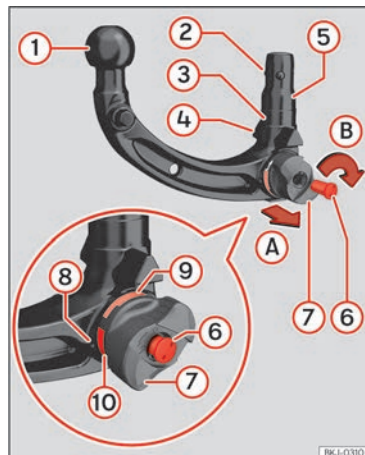

Abb. 152 Übersicht: Abnehmbare Anhängevorrichtung.
1. Vor der ersten Benutzung der abnehmbaren Anhängervorrichtung ist die Nummer zu vermerken, die auf dem Schlüssel »» (Abb. 152) ⑥ eingraviert ist, für den Fall, dass die Anfertigung eines Duplikats erforderlich sein sollte.
4. Sicherstellen, dass die Aufnahme, das Handrad »» (Abb. 152) ⑧, der Schaft ⑤ und die Verriegelungskugeln ② der Anhängervorrichtung sauber und in einem einwandfreien Zustand sind. Erforderlichenfalls reinigen.
- Die rote Markierung »» (Abb. 152) ⑩ des Handrads zeigt auf die grüne Markierung ⑨ der Anhängervorrichtung.
- Das Handrad ⑧ ist deutlich von der Anhängervorrichtung getrennt, mindestens 4 mm (0,2 Zoll).
- Alle Verriegelungskugeln ② können vollständig in den Schaft ⑤ eingerastet werden.
- Der Schlüssel ⑥ befindet sich im Schloss, der Pfeil auf dem Schlüssel zeigt auf das Symbol *Schloss geöffnet* am Handrad ⑧ und der Schlüssel kann nicht herausgezogen werden.
1. Die Schlossabdeckung »» (Abb. 152) ⑦ öffnen und den Schlüssel in das Schloss stecken.
2. Den Schlüssel ⑥ entgegen dem Uhrzeigersinn drehen, bis der Pfeil auf dem Schlüssel auf das Symbol *Schloss geöffnet* am Handrad ⑧ zeigt.
3. Die Anhängervorrichtung mit einer Hand festhalten. Mit der anderen Hand das Handrad ⑧ in Pfeilrichtung ④ abziehen.
4. Das abgezogene Handrad ⑧ bis zum Anschlag in Pfeilrichtung ④ drehen.
Nach dem Vorspannen der Anhängervorrichtung darf das Handrad »» (Abb. 152) ⑧ nicht wieder betätigt werden. Beim Verriegeln der Anhängervorrichtung dreht sich das Handrad in seine Ausgangsposition und kann Verletzungen verursachen »» ⚠.
- Die grüne Markierung am Handrad ⑨ nach oben zeigt.
- Die Anhängervorrichtung mit Schlüssel geschlossen ist und der Schlüssel ⑥ abgezogen werden kann.
- Kein Spalt zwischen Handrad ⑧ und Anhängervorrichtung vorhanden ist.
3. Den Schlüssel ⑥ im Uhrzeigersinn drehen, um die Anhängervorrichtung zu schließen.
4. Die Schlossabdeckung ⑦ anbringen.
- Die grüne Markierung am Handrad >>> (Abb. 152) ⑨ zeigt nach oben.
- Das Handrad ⑧ liegt an der Anhängervorrichtung an und diese kann geschlossen werden.
- Die Anhängervorrichtung ist geschlossen und der Schlüssel ⑥ ist abgezogen.
- Es kann nicht mehr seitlich am Handrad ⑧ gezogen werden.
- Die Anhängervorrichtung niemals verwenden, wenn der Durchmesser des Kugelkopfs >>> (Abb. 152) ① an einer beliebigen Stelle geringer als 49 mm (1,9 Zoll) ist.